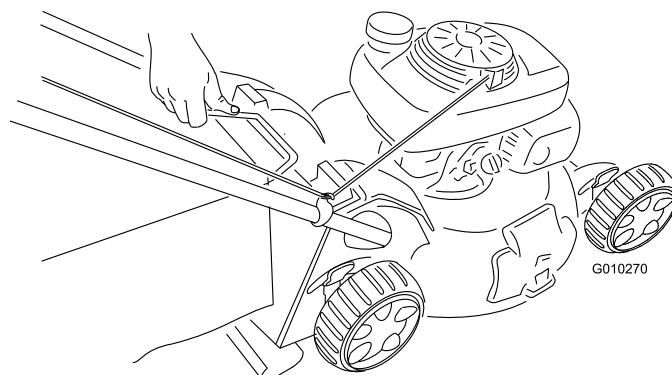

Рисунок 35
2. Поднимите ручку мешка для травы из канавки около верха газонокосилки и снимите мешок с газонокосилки (Рисунок 35).